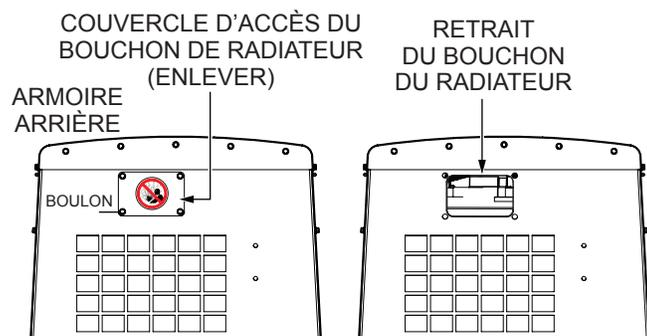

Figure 31. Retrait du bouchon du radiateur
1. Retirer les quatre vis qui fixent le couvercle d'accès au bouchon de radiateur (Figure 31) à l'arrière de la cabine. Enlever le couvercle d'accès et le joint d'étanchéité.